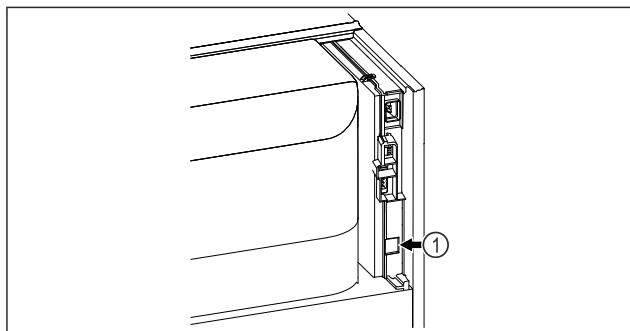

Fig. 131
- Se utiliza SmartModule Fig. 131 (1).